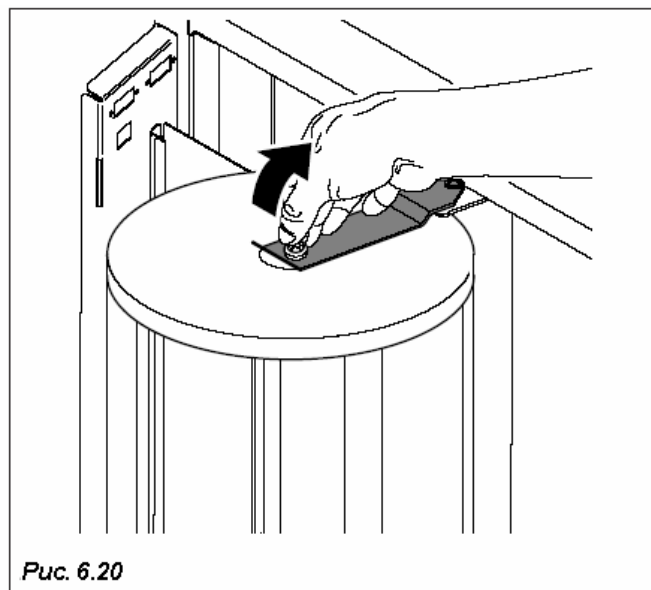

Рис. 6.20
- Поднимите кронштейн и крышку раздаточного механизма для стаканчиков (рис. 6.20).